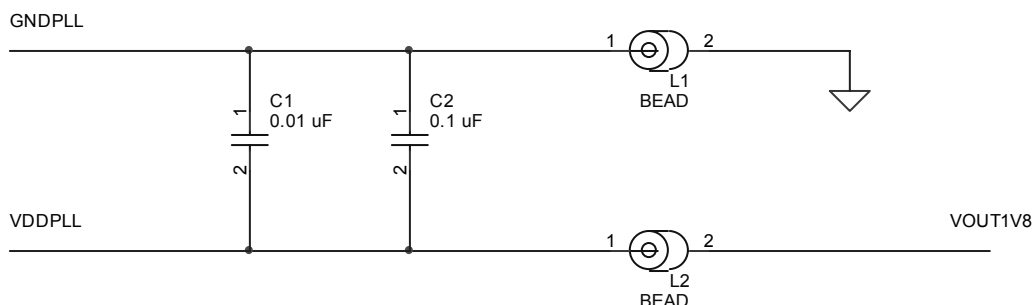

図 15 PLL ピンの接続
図 15 に示すように、適切なチップフェライトビーズを使用して VDDPLL ピン (25) を VOUT1V8 ピン (27) に接続します。GNDPLL ピン (26) も適切なチップフェライトビーズを使用して GND に接続します。さらに、VDDPLL ピンと GNDPLL ピンの間に安定化コンデンサを追加します。これらのコンデンサは、いずれもプリント基板の最上層で PLL ピンに隣接して配置します。